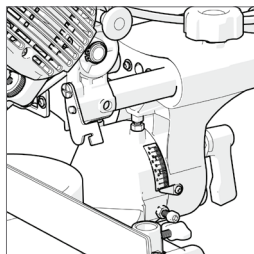

図11
- ・ ヘッドを上げ、インジケータがブレード傾斜度数目盛0度をさしていることを確認します。**(図11)**